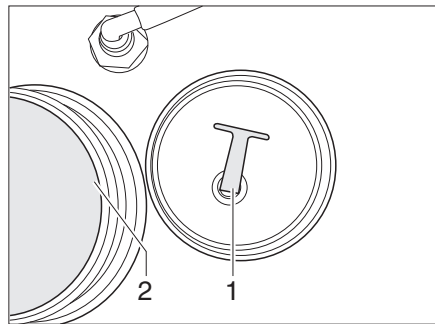

Bild 258 Verschluss-Stopfen
- Den Verschluss-Stopfen (Bild 258,1) aus der Ablassöffnung (Bild 258,2) heraus-schrauben.